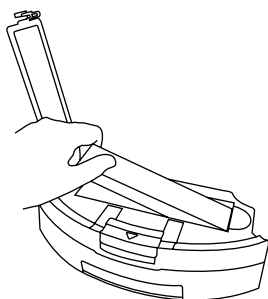

Abbildung 1
1. Öffnen Sie zur Wartung die Zugangsabdeckung zum HEPA-Filter (Abbildung 1). Der HEPA-Filter kann nicht gereinigt werden, da er dann beschädigt würde.